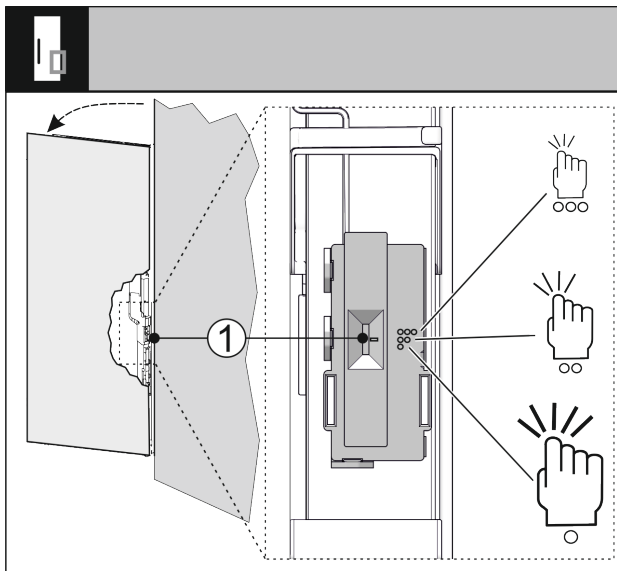

Fig. 72
Sie können die Empfindlichkeit des Klopfensors über einen Schalter Fig. 72 (1) einstellen. Der Schalter ist scharnierseitig am unteren Drittel der Tür.
► Schalter Fig. 72 (1) auf gewünschte Schalterstellung schieben.